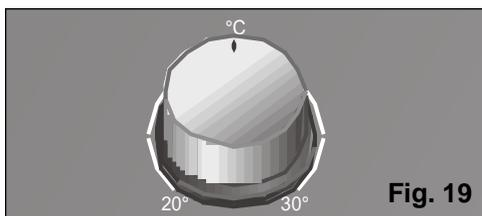

Fig. 19
- Positionnez le thermostat sur la température voulue, **Fig. 19**. Si l'appareil se débranche automatiquement car la pièce a atteint la température sélectionnée, il faudra attendre que la température ambiante augmente de 2-3°C pour qu'il se remette en marche.
Afin d'éviter que la porte frontale de l'appareil ne tombe et n'occasionne des dommages physiques et/ou matériels, ces modèles comportent une butée de sécurité jusqu'à laquelle la porte peut s'ouvrir. Pour plus de commodité lors du nettoyage ou du changement des filtres, il est également possible de retirer la porte de l'appareil, **Fig. 19**. Dans ce cas, ou si, pour une raison quelconque, la porte venait à sortir de son emplacement d'origine, suivez les étapes suivantes pour la remettre en place correctement :